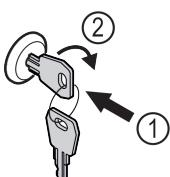

Fig. 91
- Πιέστε μέσα το κλειδί Fig. 91 (1).
- Περιστρέψτε το κλειδί 90° δεξιόστροφα Fig. 91 (2).